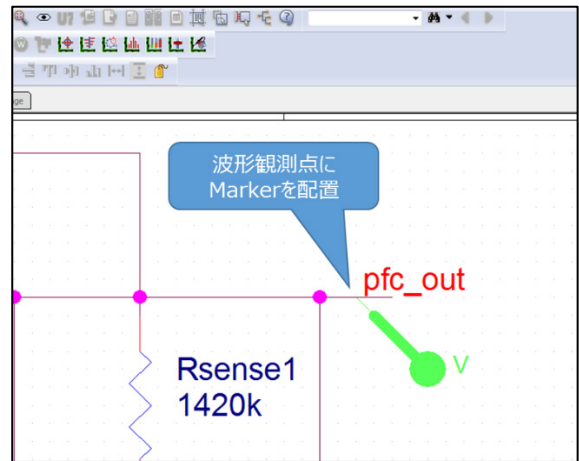

図 5.9 回路上への Marker 配置
- (2) シミュレーション回路上の波形測定ポイントに Marker を配置します。(図 5.9)